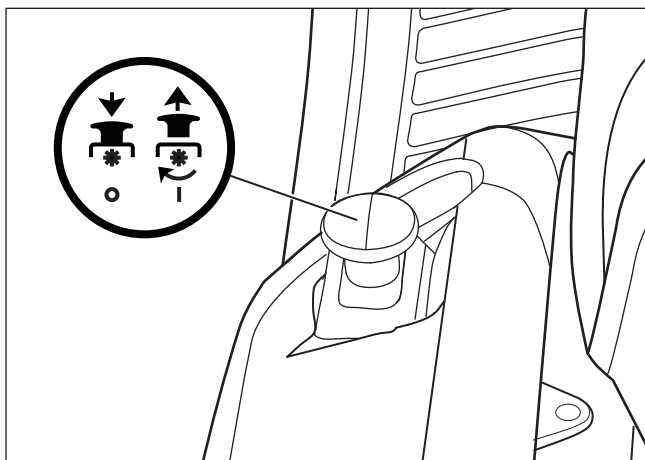

Figura 9
1. Antes de arrancar o motor, certifique-se de que o controlo da rotação da lâmina está na posição **DESENGATAR** (consulte a **Figura 9**).
2. Quando andar num passeio ou estrada, desloque a alavanca de elevação para a posição mais elevada e desloque o controlo da rotação da para a posição DESENGATAR (consulte a **Figura 9**).
2. Empurre o controlo de rotação da lâmina para baixo para a posição DESENGATAR (consulte a Figura 9).
1. Empurre o controlo de rotação da lâmina para baixo para a posição DESENGATAR (consulte a **Figura 9**).
4. Empurre lentamente o controlo de rotação da lâmina para baixo a posição ENGATAR (consulte a **Figura 9**).